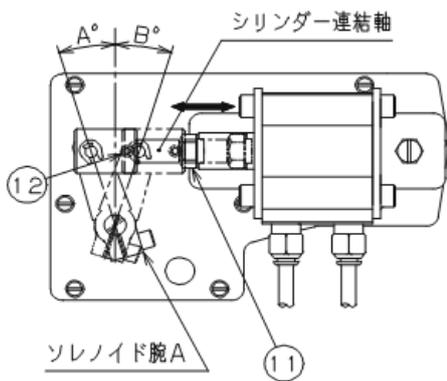

Fig.11
膝スイッチ(組)を作動させてエアシリンダーを動かします。この時、ソレノイド腕 A の作動角度 A, B が目視にて均等になっているか確認します。均等になっていない場合、シリンダー連結軸ナット⑪(1ヶ所)及びソレノイドカラー止めねじ⑫(1ヶ所)を緩めてシリンダー連結軸を回し、ソレノイド腕の作動角度 A, B が均等になるよう調整します。調整後、シリンダー連結軸ナット⑪(1ヶ所)及びソレノイドカラー止めねじ⑫(1ヶ所)を締付けます。(Fig.11)